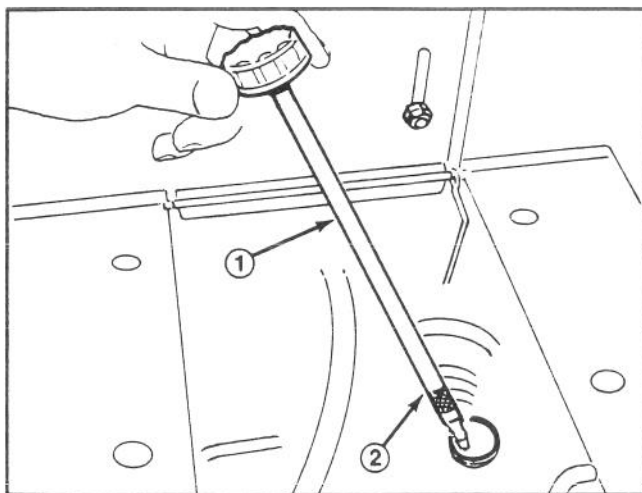

Figure 4
3. Enlever la jauge du tube de remplissage (Fig. 4).
5. Verser lentement l'huile dans le réservoir (Fig. 4). Utiliser n'importe quelle huile détergente de haute qualité qui a la classification de service SF ou SG de l'API (American Petroleum Institute - Institut Américain du Pétrole). Choisir la viscosité de l'huile (poids) en fonction de la température ambiante prévue.
6. Agiter doucement la machine afin d'évacuer tout air retenu dans le réservoir. Visser complètement la jauge dans le tube de remplissage, puis l'enlever et s'assurer que le niveau d'huile atteint la marque FULL (PLEIN) sur la jauge (Fig. 4). Si le niveau est trop bas, ajouter suffisamment d'huile pour atteindre la marque FULL.